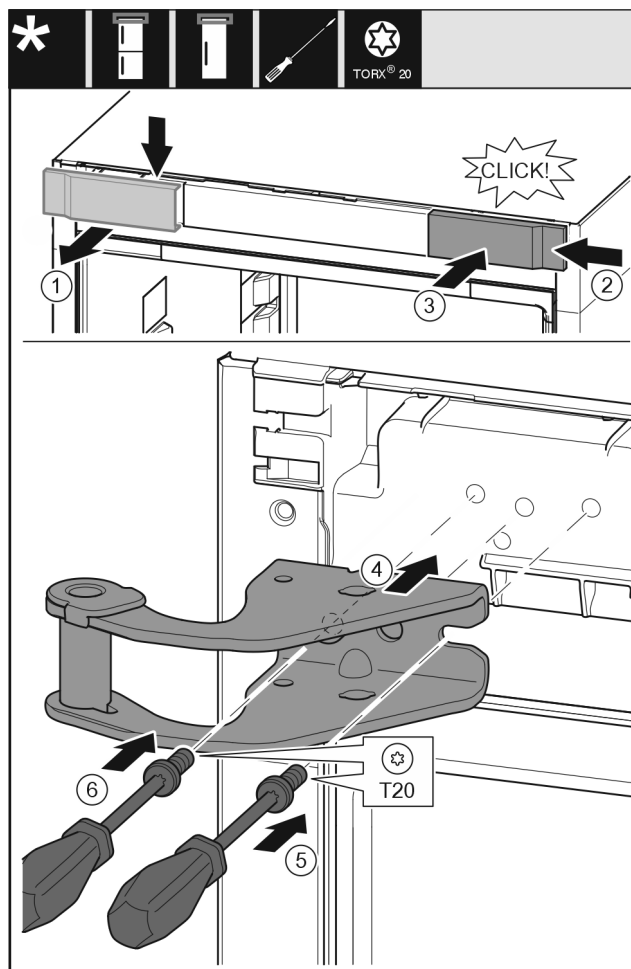

Fig. 12
- Свалете капака от горе напред. Fig. 12 (1)
- Закачете капака, завъртян на 180°, от другата страна отдясно. Fig. 12 (2)
- Фиксирайте капака. Fig. 12 (3)
- Поставете горната лагерна стойка. Fig. 12 (4)
- С отвертка T20 поставете винта и го затегнете. Fig. 12 (5)
- С отвертка T20 вкарайте винта и го затегнете. Fig. 12 (6)